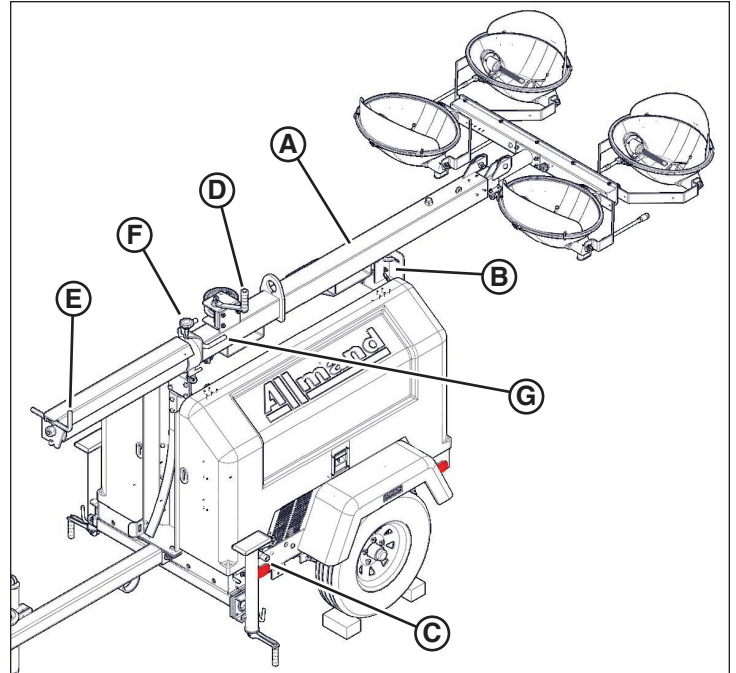

Figure 27
La tour au treuil manuel (A, Figure 27) peut être soulevée et étendue en faisant fonctionner les deux treuils à manivelle à main.
3. Dégager la goupille (B, Figure 27) qui retient le mât au support de mât arrière.
4. Faire fonctionner la manivelle à main (C, Figure 27) sur le côté droit de la remorque pour soulever le mât d'horizontal à vertical.
5. Engager la goupille ressort de verrouillage automatique (E, Figure 27).
6. Faire fonctionner le treuil à manivelle à main (D, Figure 27) sur la tour dans le sens horaire pour soulever verticalement les lumières.
7. Pour tourner les lumières, tourner le bouton supérieur noir (F, Figure 27) dans le sens antihoraire et tourner la tour avec les poignées (G). Resserrer le bouton.
2. Desserrer le bouton supérieur noir (F, Figure 27) et tourner la tour jusqu'à ce que les poignées (G) soient parallèles avec l'avant de la remorque et resserrer le bouton.
3. Faire fonctionner le treuil à manivelle à main supérieur (D, Figure 27) dans le sens antihoraire pour abaisser les lumières à la position verticale la plus basse.
4. Faire fonctionner le treuil à manivelle à main inférieur (C, Figure 27) sur le côté de la remorque dans le sens horaire pour enlever tout lâche dans le câble.
5. Dégager la goupille ressort automatique (E, Figure 27).
8. Fixer la goupille de déverrouillage du support arrière (B, Figure 27), verrouillant le mât au support de tour arrière pour le remorquage.